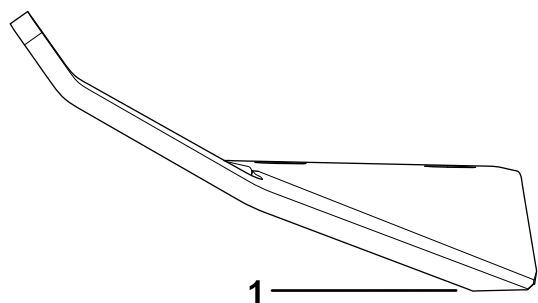

Figura 108
1. Utilizzate una lima o uno strumento di affilatura per affilare il tagliente a entrambe le estremità del gruppo delle lame (Figura 108).
Nota: Se il gruppo delle lame non è bilanciato, limate parte del metallo dall'estremità pesante della lama solo nell'area della costa (Figura 108).